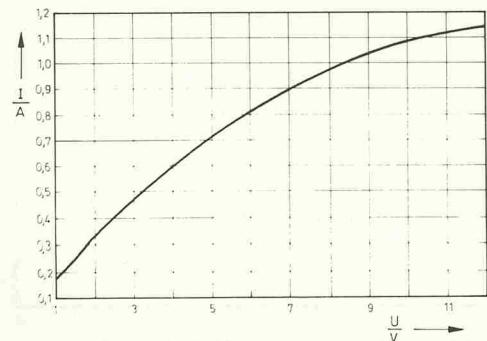

Bild 2. Funktionsverlauf $I = f(U)$ einer Glühlampe 12 V/18 W.
*Die zugehörige graphische Darstellung und die Funktionsgleichungen sind zur Erinnerung in Bild 1 wiedergegeben. Wer genauer hinschaut, wird feststellen, daß für die zeichnerische Arbeitspunktbestimmung eigentlich die Funktion $U = f(I)$ der Glühlampe benutzt wurde, die in der Tat parabelförmig verläuft. Es geht jedoch in der Praxis auch anders herum. Dazu müssen die Werte der unabhängigen Variablen U von der Ordinate aus abgetragen werden. Der in Bild 2 dargestellte Funktionsverlauf $I = f(U)$ ist aber nicht ohne weiteres als Parabel im üblichen Sinne zu erkennen. So wäre es mathematisch exakt, wenn für $U = f(I)$ die zugehörige Umkehrfunktion ermittelt werden würde. Als Praktiker sollte man sich zunächst damit begnügen, die angenommene